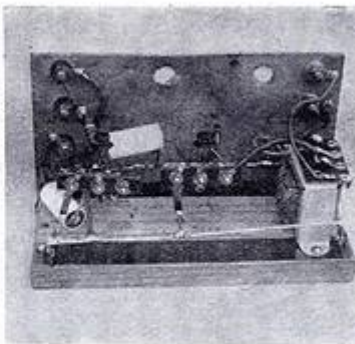

Fig. 10. — L'ampli BF.
l'avons fait (fig. 10). Il ne reste plus qu'à modifier le couvercle de la boîte (fig. 7 et 8). Le dessus (M) du couvercle (L) est entièrement enlevé, suivant la ligne en pointillé N/O. Nous avons fait cette opération à la meule. A la place de cette partie enlevée on colle à la colle cellulosique un disque en plexiglas de 67 mm de diamètre (fig. 8).